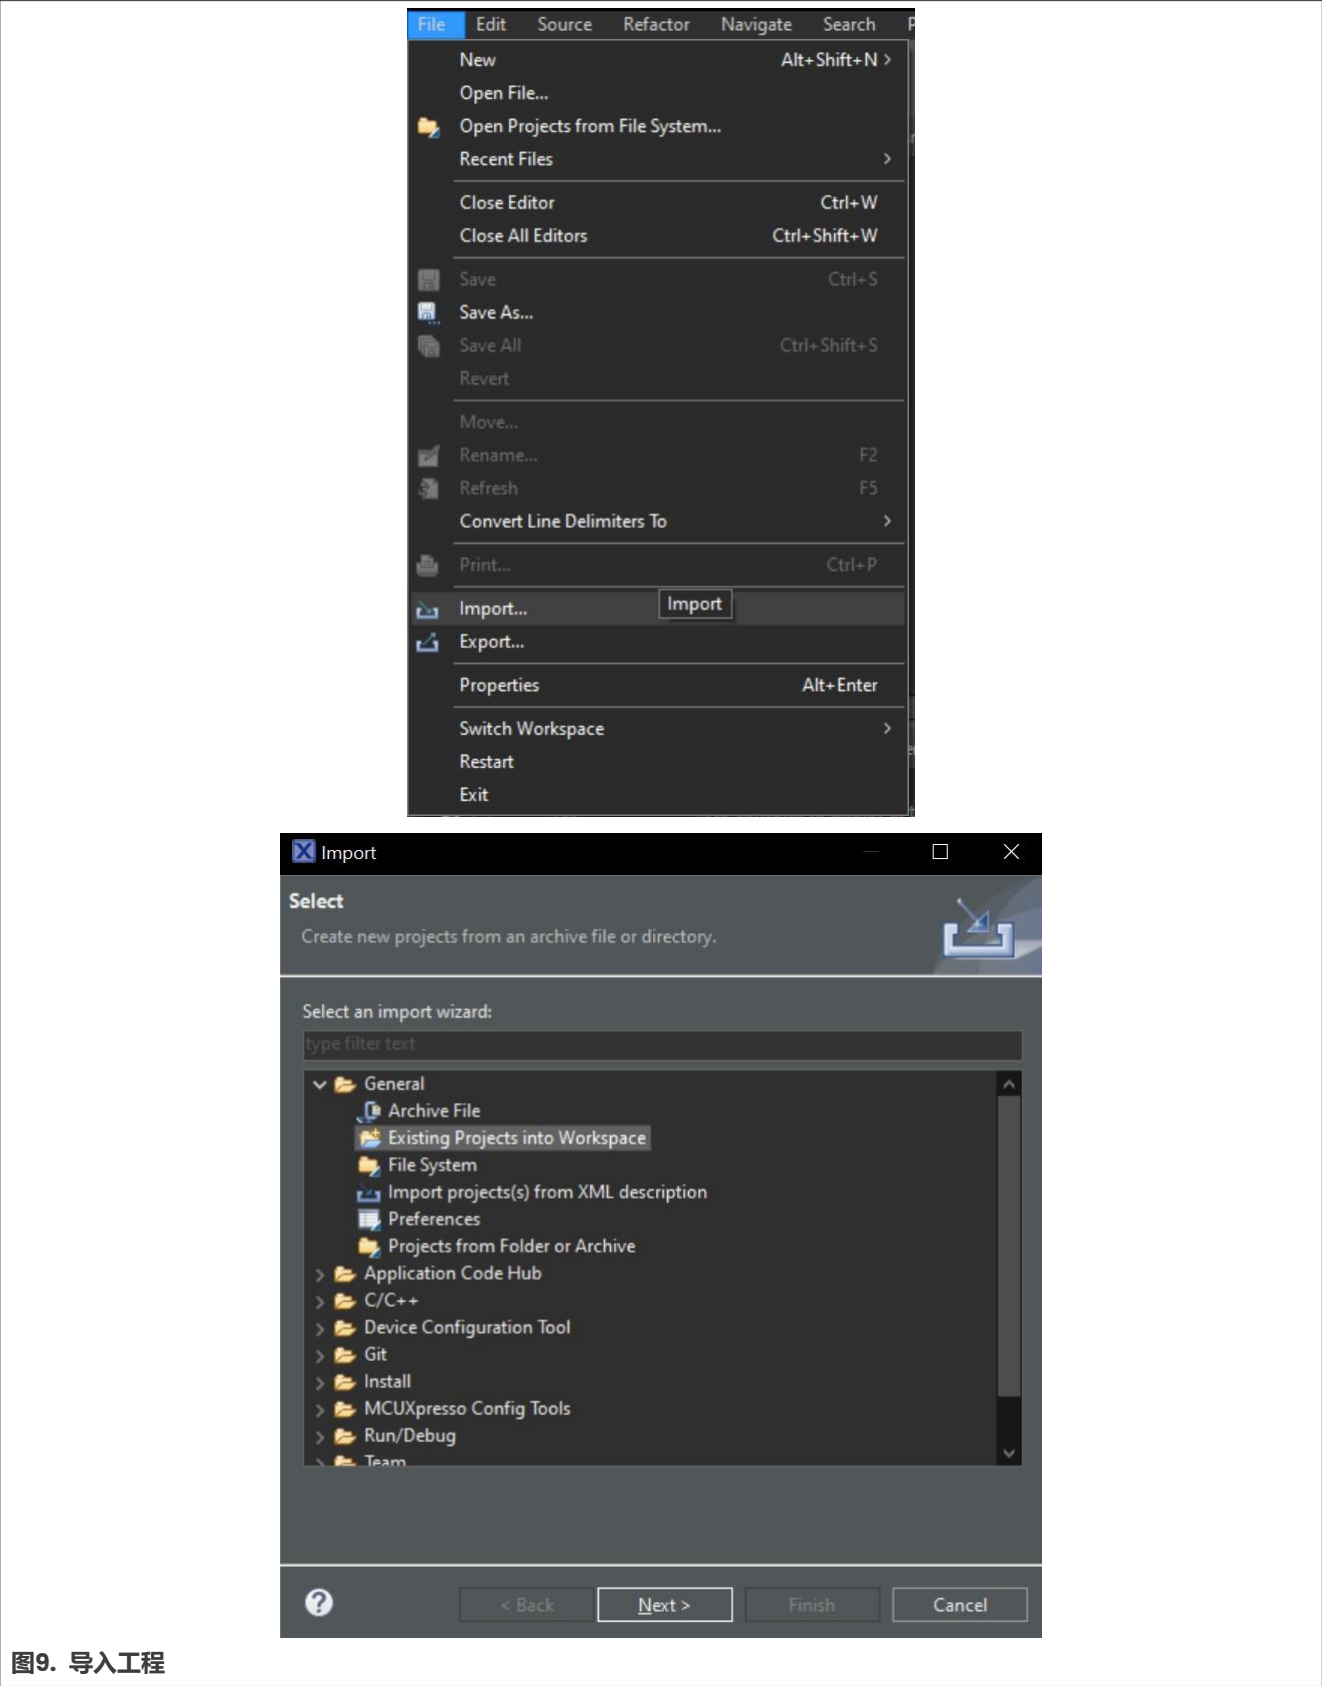

图9. 导入工程
6. 打开版本不低于11.9的MCUXpresso IDE，选择**File > import**，如图9所示。
7. 选择**General > Existing Projects into Workspace**，如图9所示。